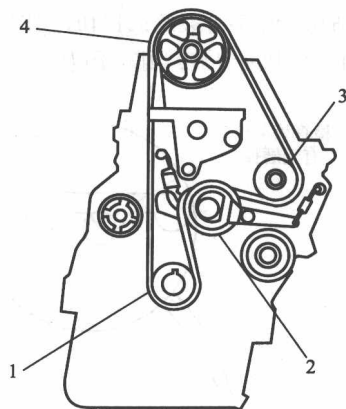

图 1-18 正时传动带安装顺序
4) 按图 1-18 所示的顺序安装并上紧正时传动带，即：1 正时传动带驱动轮 → 2 调节传动带轮 → 3 水泵带轮 → 4 凸轮轴带轮。